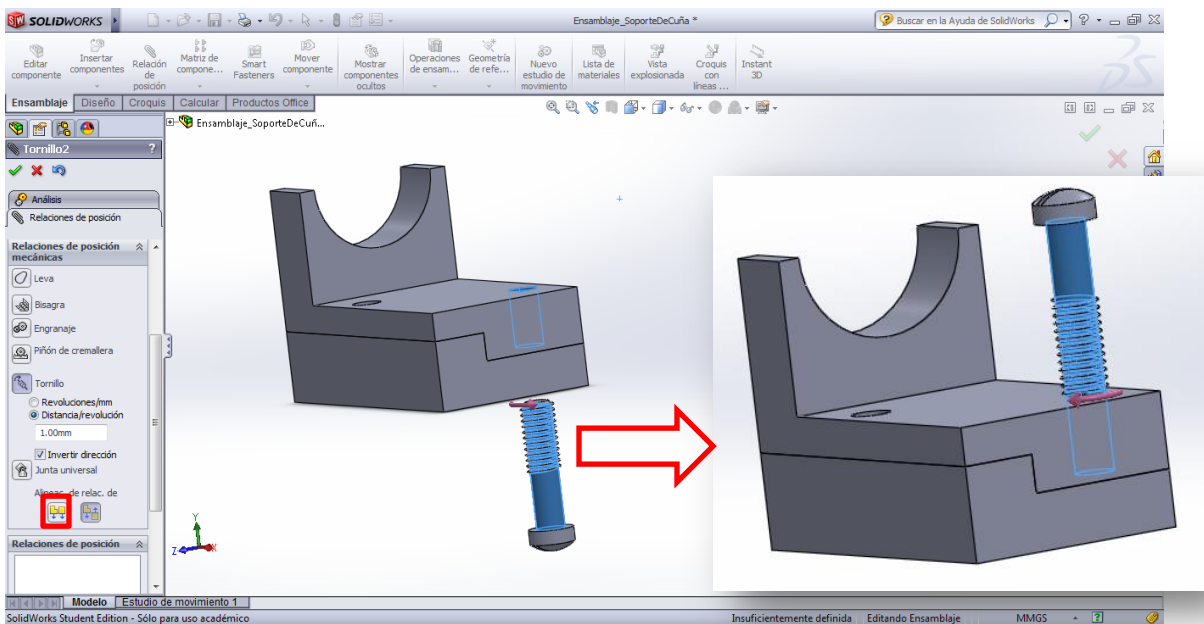

Figura 80. Relación de posición mecánica: tornillo.
- g) Inserte ahora el tornillo y comience nuevamente a añadir relaciones de posición. En este caso, en la ventana a la izquierda, seleccione el ítem *Relaciones de posición mecánicas >> tornillo*. Seleccione el agujero y el tornillo, como se observa en la Figura 80. En este caso, el tornillo se ubicó por defecto de manera invertida; para corregir esto, seleccione el primer ícono de “Alineación de relaciones de referencia”. Seleccione el check verde para añadir una nueva relación.